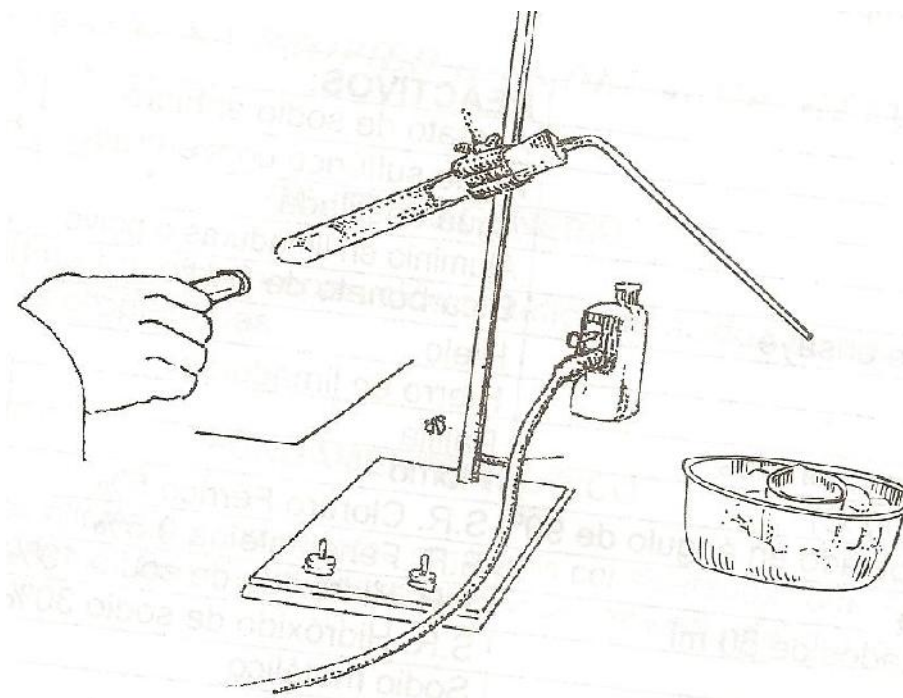

Figura 6.1
1.2 Montar el tubo sobre un soporte universal en posición casi horizontal, con un tubo de vidrio doblado en un ángulo de 120°, como lo muestra la figura 6.1